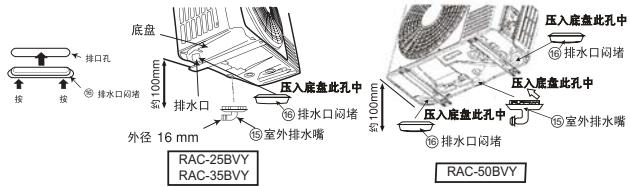

图28
- 2 请将机体在安装后,按图28所示将附件⑯室外出水嘴安装在出水孔中。